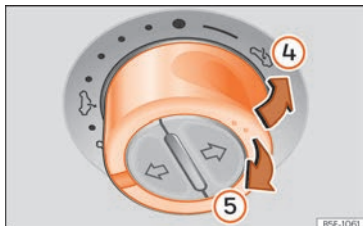

Fig. 111 Dans le ciel de pavillon : appuyer sur la commande et tirez-la pour lever et baisser le toit.
- Relever : appuyez sur la commande jusqu'à la position » fig. 111 ④. Pour obtenir une position intermédiaire, maintenez la commande enfoncée jusqu'à parvenir à la position souhaitée.
- Abaisser : tirez sur la commande jusqu'à la position » fig. 111 ⑤. Pour obtenir une position intermédiaire, maintenez la commande enfoncée jusqu'à parvenir à la position souhaitée.
- Toit en verre* : dans les 5 secondes après l'activation du dispositif anti-pincement, maintenez la commande tirée vers l'arrière » fig. 111 (flèche ⑤) jusqu'à ce que le toit soit complètement fermé.